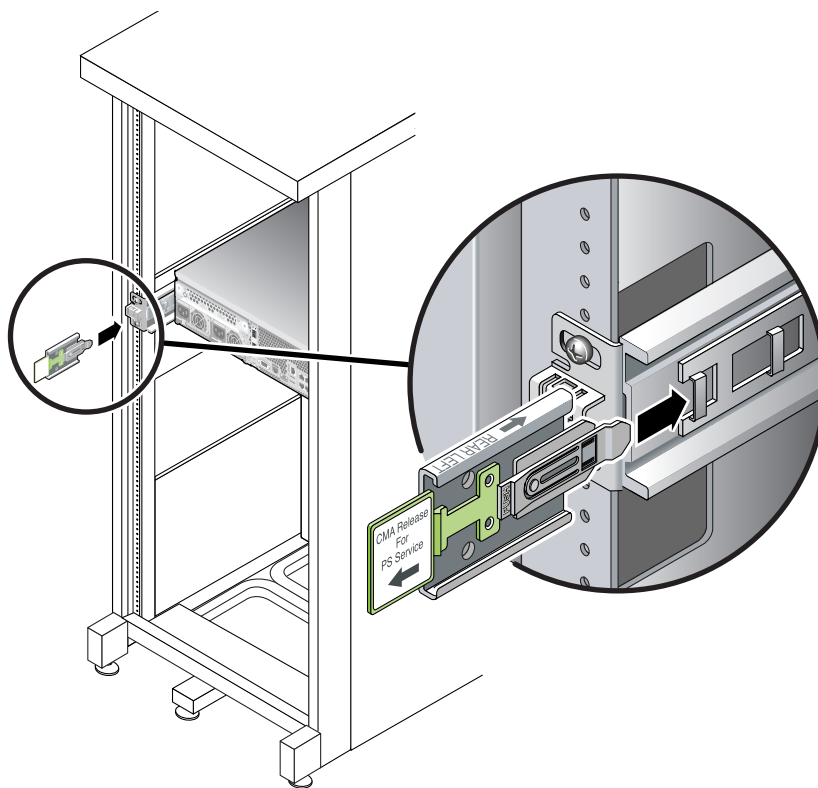

FIGURE 2-21 Insertion de l'extension du rail CMA à l'arrière du rail coulissant de gauche
1. À l'arrière du rack, encastrez l'extension du rail CMA sur l'extrémité de l'ensemble de rail coulissant gauche (FIGURE 2-21).